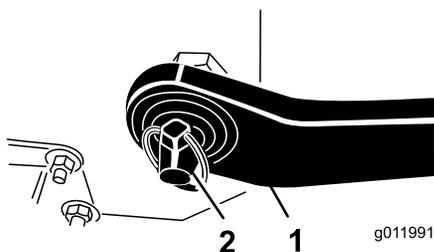

図 3
4. ヒッチピンに左右の下リンクアームを挿入する **図 3**。
5. リンチピンで、下リンクアームをヒッチピンに固定する **図 3**。